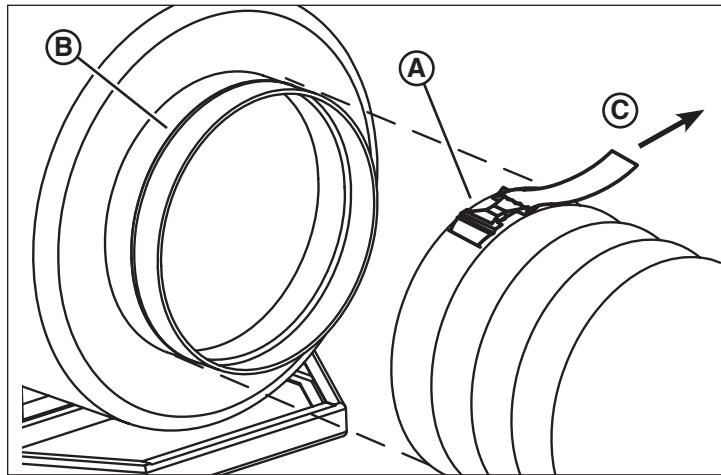

Figure 17
1. Installer le poignet de la conduite flexible avec la courroie et la pince (A, Figure 17) par-dessus la bague de sortie du chauffage. S'assurer que le poignet, la courroie et la pince sont au-delà du boulon sur la bague de sortie (B).
2. Serrer le poignet par-dessus la bague de sortie en tirant sur l'extrémité libre de la courroie (C).